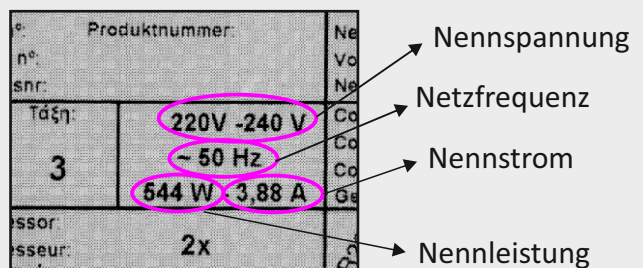

Abbildung 1
■ Prüfen Sie vor dem ersten Einschalten des Geräts die Übereinstimmung der Anschlüsse (Spannung und Frequenz) auf dem Typenschild mit denjenigen des örtlichen Stromnetzes. (Siehe Beispiel in Abb. 1)